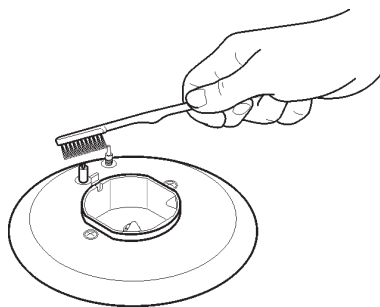

РИС. 6
Очистите их мягко с небольшим нейлоновой щеткой, как показано (см. рис. 6) и хорошо просушите. Не мойте в посудомоечной машине. Очистка должна производиться, после того как поверхность и все детали остынут. Нельзя пользоваться металлическими мочалками, использовать абразивные моющие порошки и разъедающие аэрозоли.
- *проверьте, чтобы отверстия рассекателей „Т” не были засорены (рис. 6/А).*